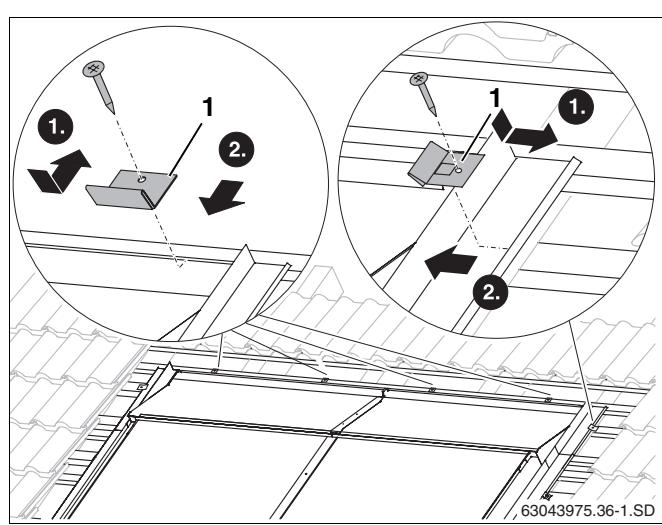

Рис. 59 Крепление накладных листов прихватами
- Уложить прихват (рис. 59, **поз. 1**) в кант накладного листа.